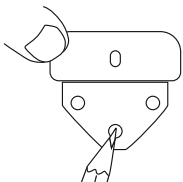

Рис. 1
1. Подберите необходимую высоту подвеса и отметьте на стене требуемое положение кронштейна (рис. 1).